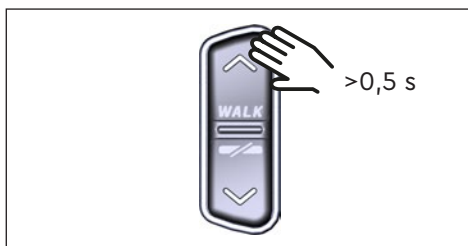

Abb. 9: Schiebehilfe aktivieren
- ▶ Drücken Sie bei Stillstand des E-Bikes länger als 0,5 s auf die Bedientaste OBEN an der Remote (siehe Abb. 9), um die Schiebehilfe zu aktivieren.